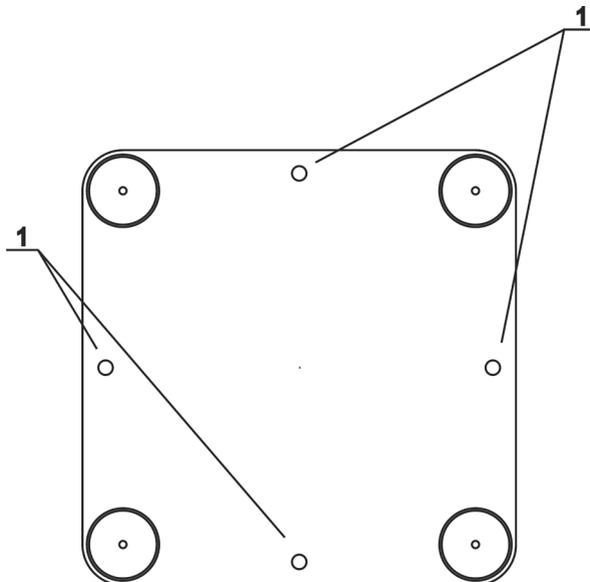

Рисунок 3. Панель управления Comfort AIR+
- Закрепить заднюю стенку корпуса панели управления на стене через крепежные отверстия стенки (**рис.3, поз.1**). Диаметр отверстий 5 мм.